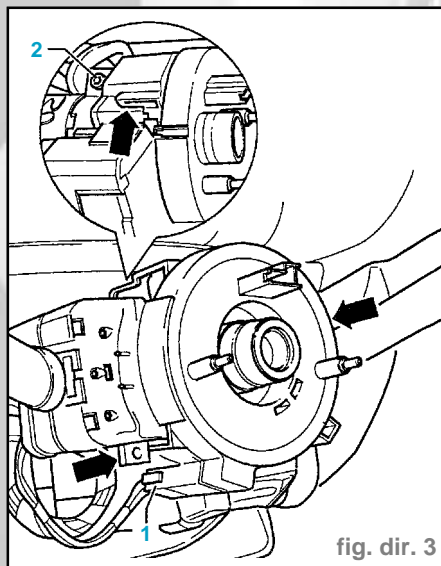

fig. dir. 3
- Dévisser les vis (2), (3) et (4).
- Débrancher la fiche (1) (fig. dir. 3).
- Desserrer la vis (2) du collier de calage jusqu'à ce qu'il soit possible de déposer le commodo de direction.